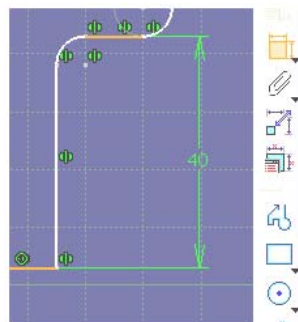

Abb. 7: zwei Elemente
2. Es sind zwei Elemente angewählt. CATIA wählt dann die Bemaßung, die es anhand der aktuellen Situation für am besten geeignet hält (**Abb. 7**).